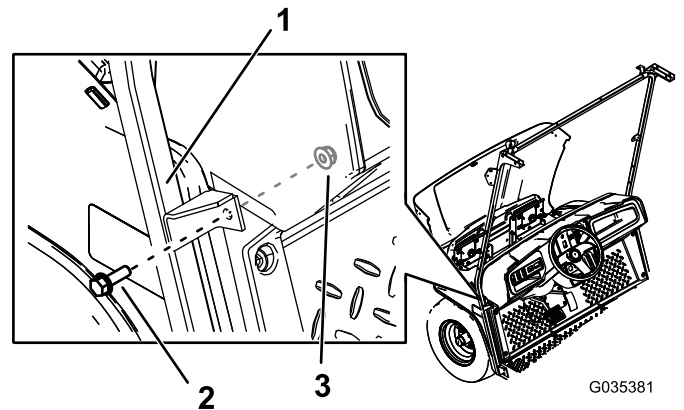

Bild 5
4. Befestigen Sie die mittlere Halterung der Windschutzscheibenstütze mit zwei Sechskantbundbolzen (5/16" x 1") und zwei Muttern (5/16") in den Bohrlochern an der Maschine (**Bild 5**).